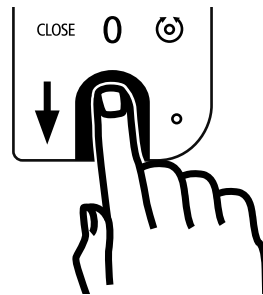

Abb. 120
- 2 Ziehen Sie den Fingerabdruck Ihres eingespeicherten Fingers von oben nach unten über das Sensorfeld (Abb. 120).